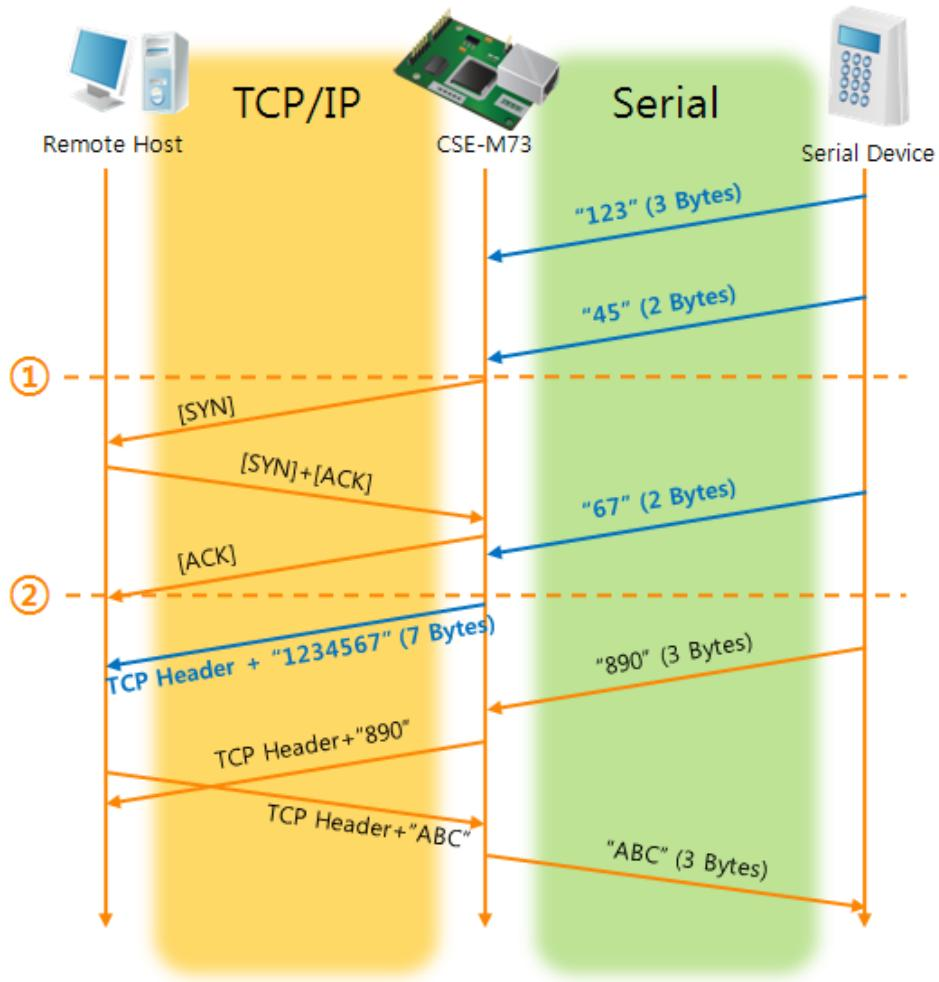

图 5-5 连接前数据大小为5
如图5-5中所示CSE-M73的串行数据达到5字节时发送连接邀请。另外TCP连接邀请始点(①)前进入的数据“123”, “45”与TCP连接完成始点(②)前进入的“67”[连接前数据大小]设定为0以外的值完成连接后传送到远程HOST。